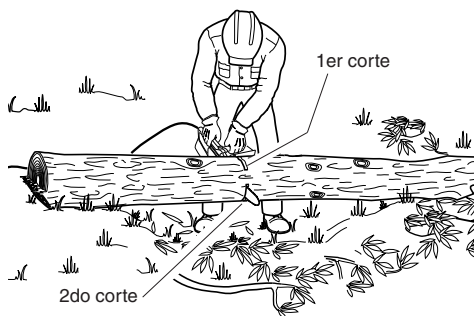

Figura 18 - Trozado del tronco apoyado sobre ambos extremos
1. Haga el primer corte del lado superior del tronco (vea la Figura 18). Atraviese 1/3 del diámetro del tronco. Este corte impedirá la producción de astillas en esta sección al completarse el corte.